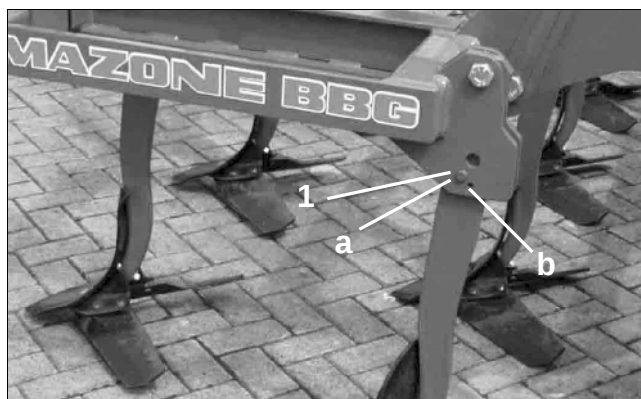

Fig. 14
- Lossa muttern för brytbulten (Fig. 14/1).